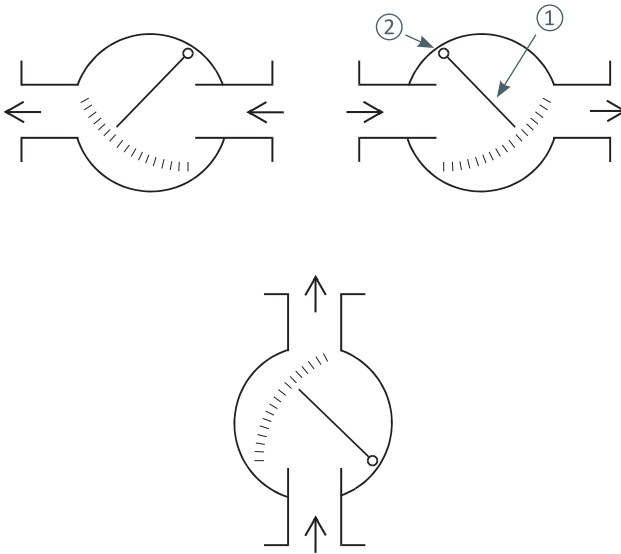

Abb. 5 Durchflussrichtungen
Der Klappen-Durchflussanzeiger arbeitet nach dem Klappenprinzip. In Abb. 5 ist das Prinzip der beiden Klappen-Durchflussanzeiger schematisch dargestellt. In der Armatur ist eine Messklappe (1) um eine Achse (2) drehbar gelagert. Im Ruhezustand (d.h. kein Durchfluss) verschließt die Klappe durch ihr Eigengewicht die Rohrleitung. Sobald Flüssigkeit strömt, wird die Klappe je nach Strömungsgeschwindigkeit angehoben. Die jeweilige Durchflussmenge ist aus der Stellung der Klappe in klaren Flüssigkeiten (INTRA) direkt ablesbar.